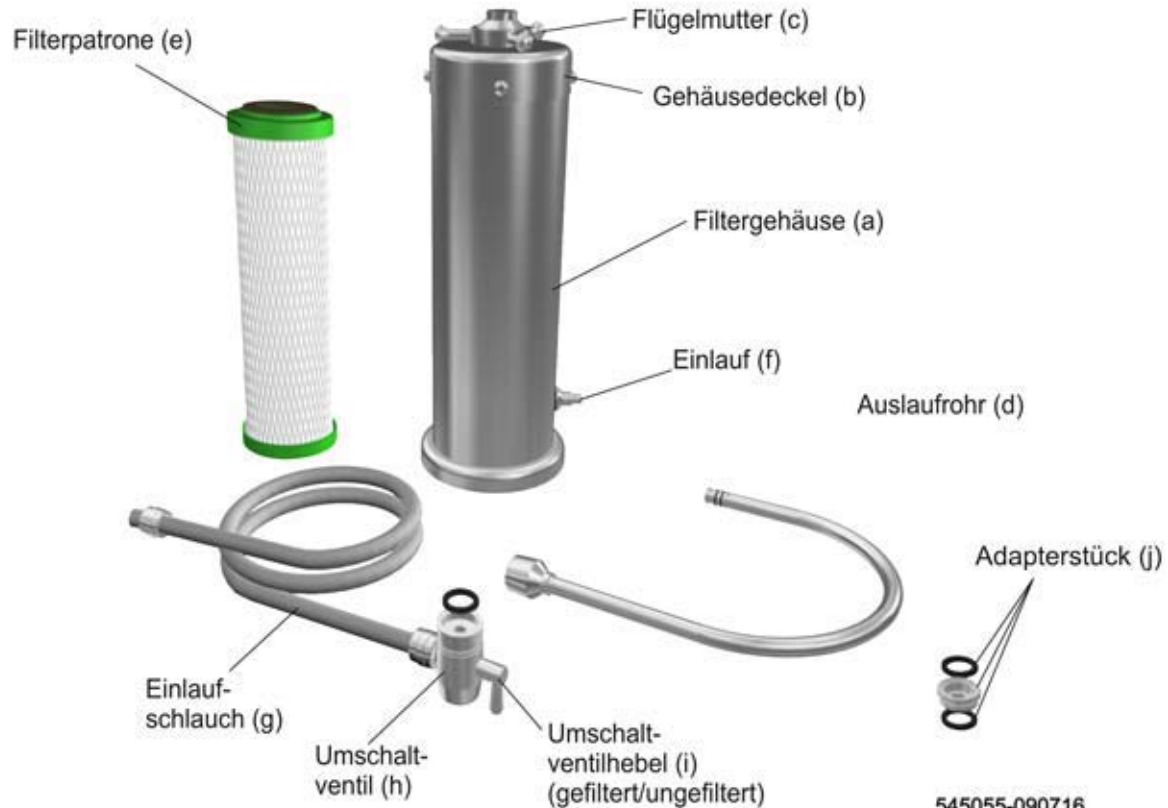

Abb. 1
- 1.) Bitte prüfen Sie vor der Installation die Lieferung anhand der Einzelteilzeichnung (Abb. 1) auf Vollständigkeit.